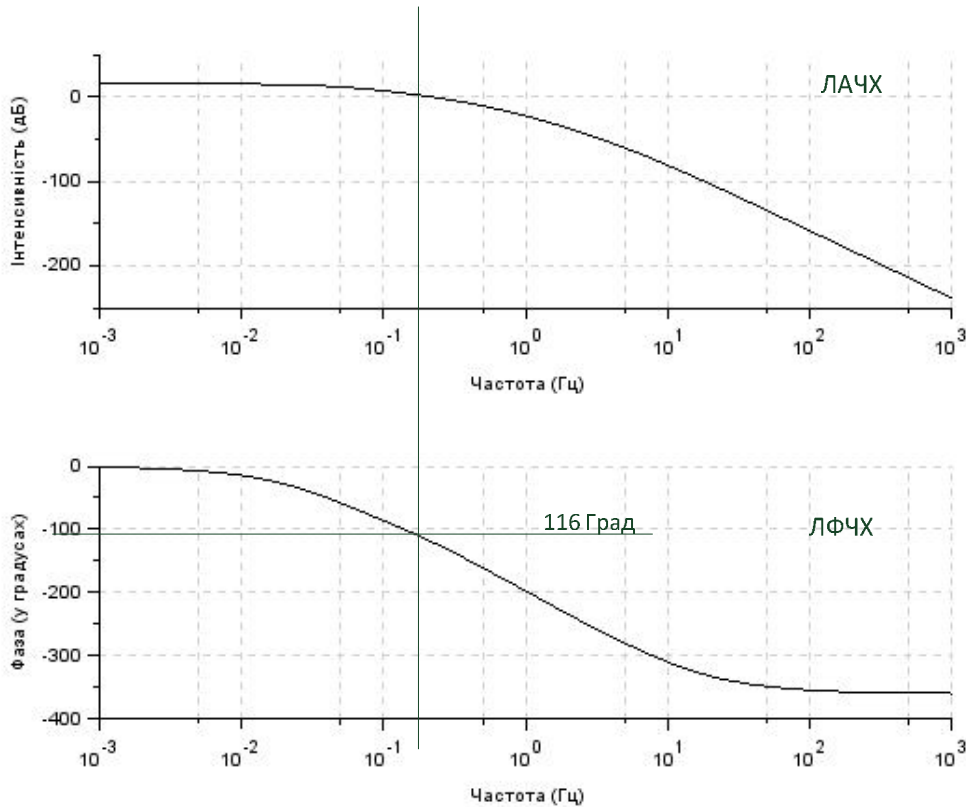

Рисунок 7.4 – Характеристики Бодо розімкненої системи
5.2 Визначити зсув фаз на частоті зрізу (рис. 7.4).